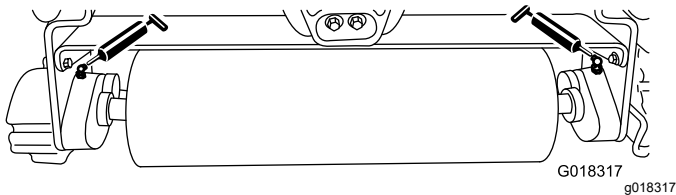

Figure 8
Lubrifiez les 2 graisseurs (Figure 8) situés sur chaque unité triple rouleau toutes les 15 heures de fonctionnement avec de la graisse au lithium n° 2. Utilisez une pompe à graisse manuelle pour obtenir des résultats optimaux.
2. Injectez de la graisse dans les roulements d'arbre jusqu'à ce que vous ressentiez une pression (Figure 8).